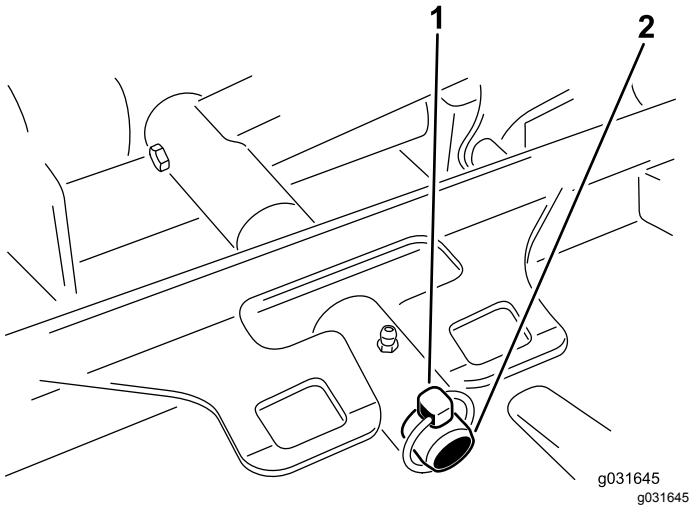

Figure 70
- Retirez la goupille à anneau ou l'écrou de retenue qui fixe le bâti porteur de l'unité à l'axe de pivot du bras de levage (Figure 70).
- Poussez le bâti porteur de l'unité de coupe sur la tige de pivot et fixez-le avec une goupille à anneau ou l'écrou de retenue (Figure 70).